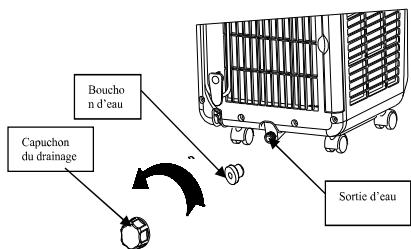

Figure 13
1). Dévissez le bouchon d'eau dans le sens indiqué par la flèche et débranchez le bouchon d'eau ; (Figure 13)